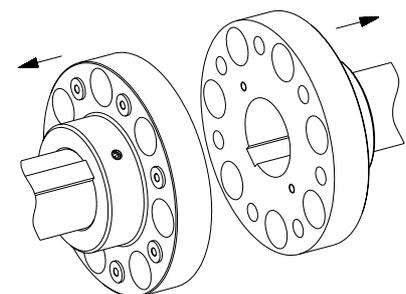

Figura 20
- Por favor, monte los manguos en los ejes del lado motriz y conducido de forma que las caras finales de los manguos de acoplamiento queden al ras con las caras de los ejes (ver figura 20).